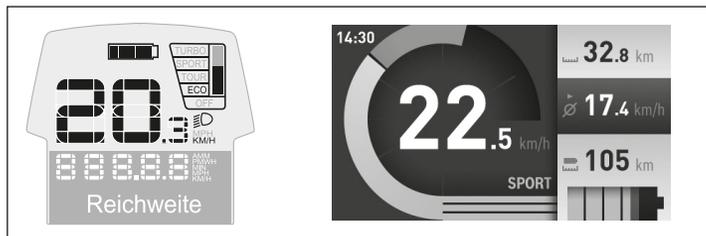

Abb.: B-15 Die Akkuanzeige befindet sich bei „ActiveLine“ bzw. „PerformanceLine“ oben (links) und bei „Nyon“ unten rechts auf dem Bediencomputer (rechts).
- Lesen Sie die Akkuladung auf dem Bediencomputer ab (siehe Bild B-15).